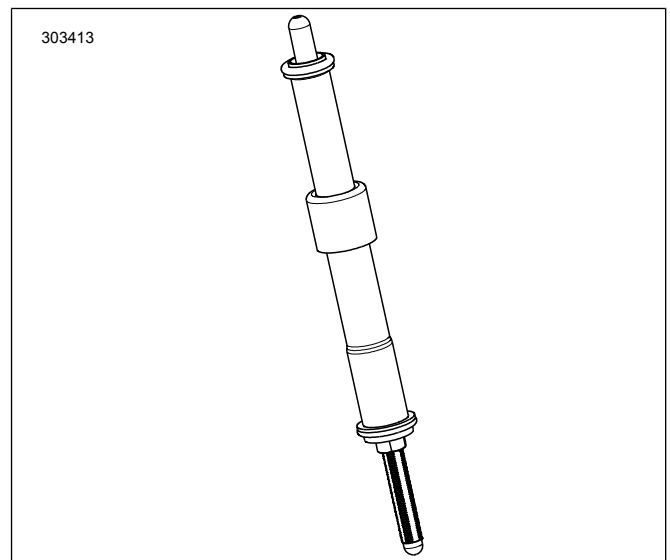

Figura 4. Varilla de empuje instalada en la cubierta de la varilla de empuje
7. Consulte la Figura 4. Instale las varillas de empuje de admisión en las cubiertas de las varillas de empuje.